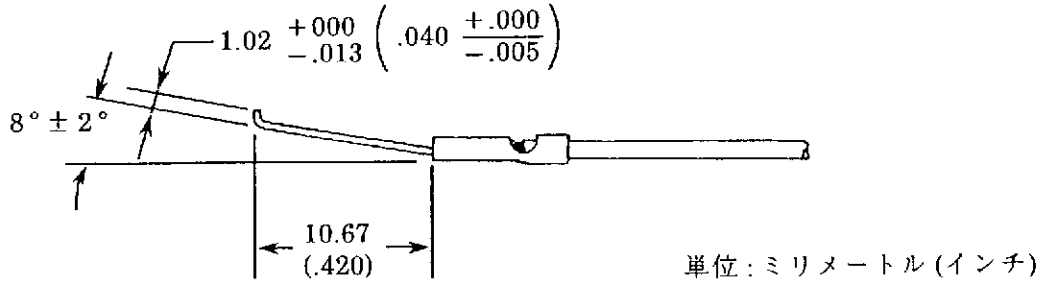

Fig. 3
(1) リード線と絶縁被覆むきした単線は、電線圧着胴部をとって伸びていること。
(2) 絶縁部と導線の両方が、絶縁被覆抑え部と電線圧着胴部との間に容易に見えること。絶縁部が電線圧着胴部の中に圧着されないように注意すること。
A. 絶縁被覆むきした単線は、Fig. 3に示すように曲げられること。